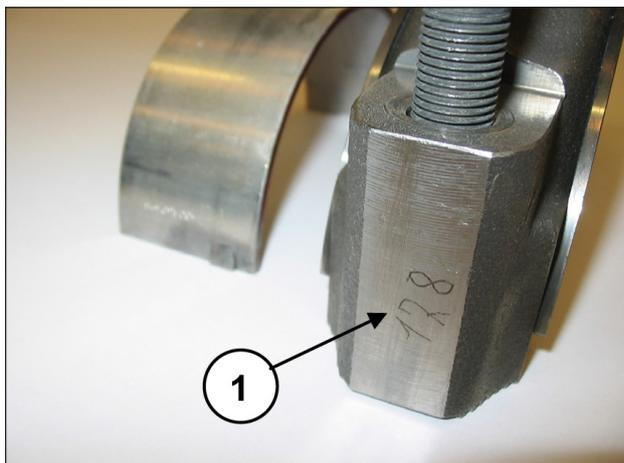

Fig. 19
Para evitar possíveis erros do chapéu e semi-hastes, foram numerados em um lado (pos. ①, Fig. 19).